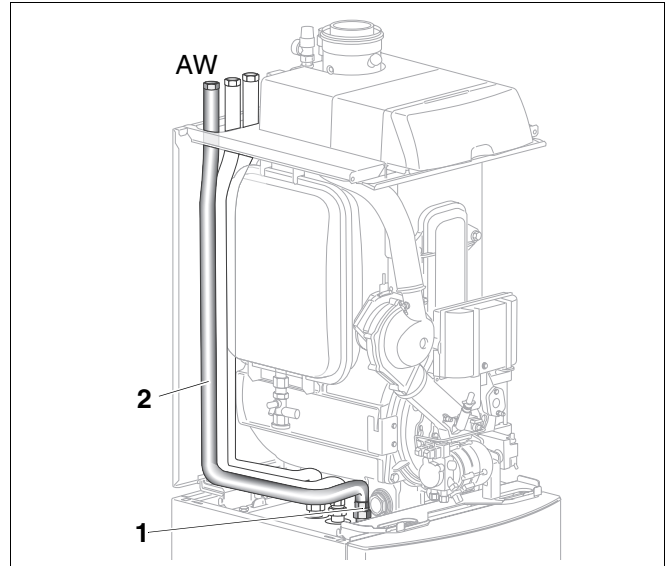

Abb. 29 Warmwasserrohr montieren
- Übergangverschraubung (Abb. 29, **Pos. 1**) am Speicheranschluss (AW) eindichten.
- Warmwasserrohr (Abb. 29, **Pos. 2**) mit vormontiertem O-Ring auf die Übergangverschraubung (Abb. 29, **Pos. 1**) stecken und mit Mutter handfest anschrauben.
- Warmwasserrohr (Abb. 29, **Pos. 2**) ausrichten (siehe Abb. 29).
- Warmwasserrohr (Abb. 29, **Pos. 2**) an Rohrhalterung stecken.